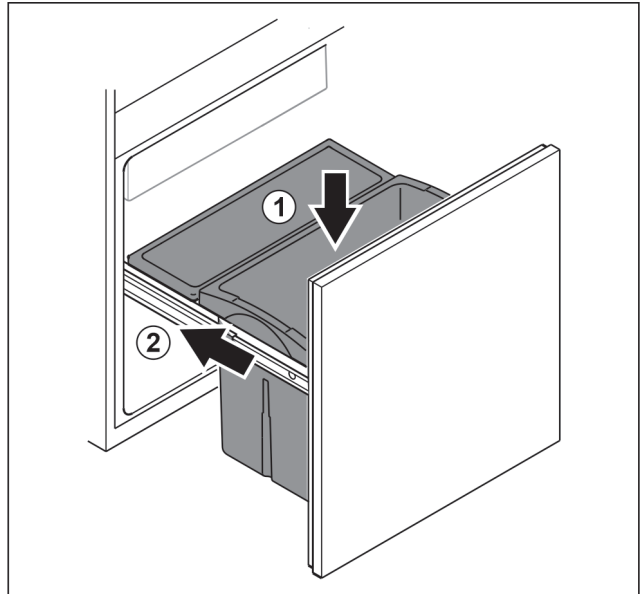

Fig. 161
- Insérer le tiroir par le haut. Fig. 161 (1)
- Introduire le chariot coulissant. Fig. 161 (2)